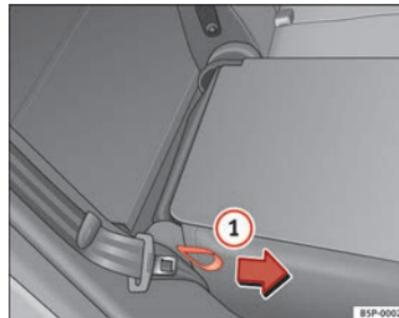

Fig. 99 Ribaltamento dello schienale dei sedili ▶
- Tirare in direzione della freccia la maniglia flessibile che si trova su un lato del sedile ⇒ fig. 99 ① e fissare lo schienale.